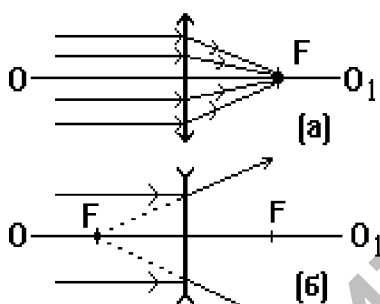

Рисунок 1
**Главная оптическая ось  $OO_1$**  – прямая, проведенная через центры кривизны обеих поверхностей (рисунок 1).
**Собирающая линза** - это линза, в которой световые лучи (см. рисунок 1(а)), падающие на линзу параллельно главной оптической оси линзы  $OO_1$ , преломляясь в линзе, собираются в ее фокусе  $F$ .
**Рассеивающая линза** - это линза, в которой световые лучи (см. рисунок 1(б)), падающие на линзу параллельно главной оптической оси линзы  $OO_1$ , преломляясь в линзе, расходятся.